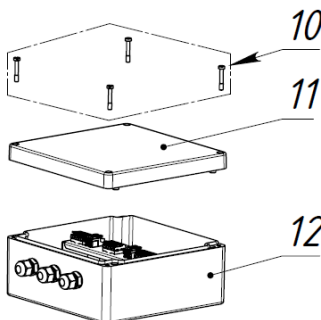

Рис. 4
1.3. Корпус бокса для ИЗУ (7) закрепить на опорной поверхности через установочные отверстия диаметром 6,5 мм. Габаритные и установочные размеры см. в соответствующем разделе. Расстояние от корпуса бокса для ИЗУ (7) до корпуса FOUNDRY 70H w/o driver box (4) должно быть не более 200 мм, т.к. провод ПКС 3х1,5 (8) при подключении к FOUNDRY 70H w/o driver box не должен быть в натянутом положении.
2. Распаковать Driver box for 2xFOUNDRY 70H, открутить четыре винта M6 (10), снять крышку (11) с корпуса Driver box for 2xFOUNDRY 70H (12), см. рис. 4.